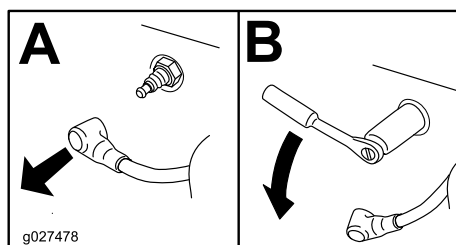

Рисунок 49
4. Найдите и снимите свечу (свечи) зажигания, как показано на Рисунок 49.